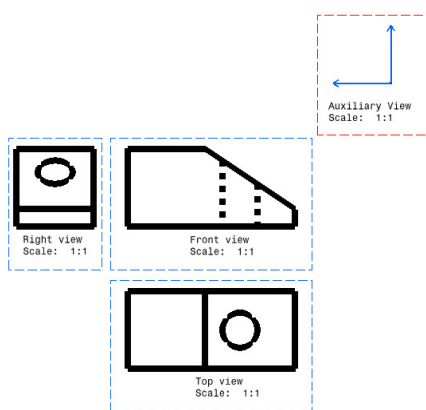

图 6-150
③ 选中 Rotate Auxiliary View Axis (旋转辅助视图轴) 复选框以旋转辅助视图坐标系。单击 OK 按钮,坐标系根据对话框中定义的数值自动定位旋转,如图 6-150 所示。